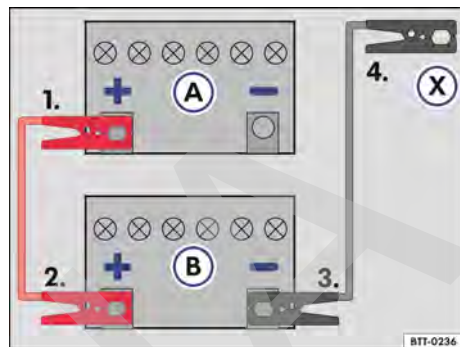

Fig. 144 Esquema para la conexión de los cables auxiliares de arranque: batería del vehículo descargada (A) y batería del vehículo que provee la corriente (B).
Leyenda para → fig. 144:
Conectar el cable de arranque auxiliar solo en la secuencia 1 – 2 – 3 – 4 → fig. 144.
- Conectar un extremo del cable de arranque auxiliar *rojo* al polo positivo (+) del vehículo con la batería del vehículo descargada → fig. 144 (A) → ▲.
- Conectar el otro extremo del cable de arranque auxiliar *rojo* al polo positivo (+) del vehículo que suministra corriente (B).
- Conectar un extremo del cable de arranque auxiliar *negro* al polo negativo de la batería del vehículo que suministra la corriente (B).
- Conectar el otro extremo del cable de arranque auxiliar *negro* (X) al vehículo con la batería del vehículo descargada en una pieza maciza de metal atornillada firmemente al bloque del motor o en el mismo bloque del motor - aunque no cerca de la batería (A) → ▲.